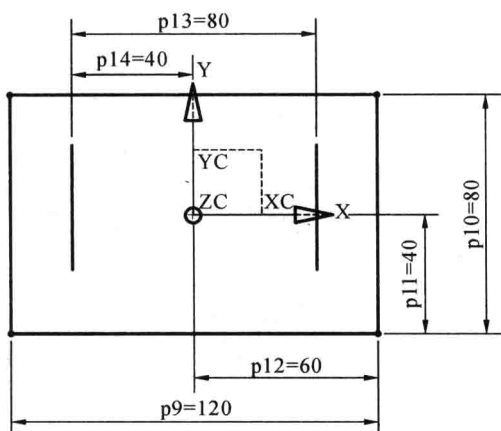

图 1-8 绘制两条直线
(5) 单击“草图”工具栏中的“直线”按钮,绘制两条竖直的直线,然后单击“草图”工具栏中的“自动判断的尺寸”,对其进行尺寸标注,如图 1-8 所示。